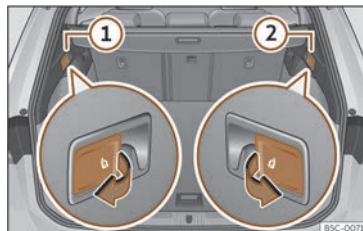

Fig. 98 Dans le coffre à bagages : leviers de déverrouillage du dossier arrière.
- Tirez le levier de déverrouillage à distance de la partie gauche >>> **fig. 98** ① ou droite ② du dossier dans le sens de la flèche. La partie débloquée du dossier arrière se rabat automatiquement vers l'avant.